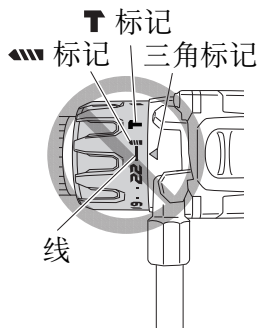

图 14
- (1) 当把本机作为起子机使用时, 请将离合器转盘上的“1、4、7……22”中的某个数字或点与机身外侧上的三角标记对齐。
- (2) 当把本机作为钻机来使用时, 请将离合器转盘的钻机标记“”与机身外侧上的三角标记对齐。
- (3) 将此电钻用作冲击钻时, 把离合器转盘锤子标记“**T**”对准外体上的三角标记。
- 当离合器转盘位于“22”和钻机标记中部的线之间时, 请勿使用本机, 否则会造成损坏。(请参照图 14)